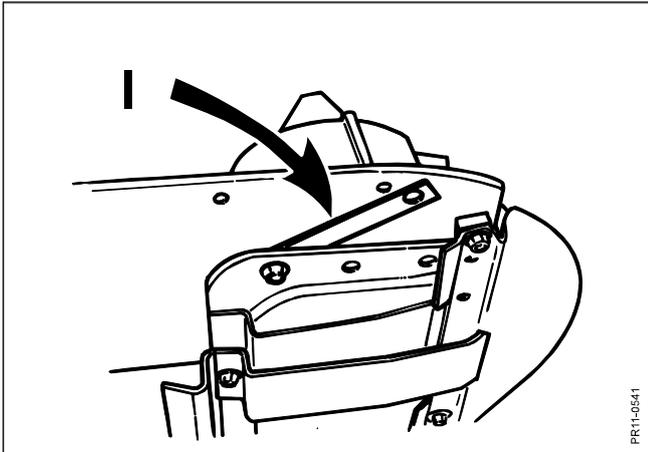

Fig. 1-7
- Fig. 1-7:** Die Grundplatte für das rechte Schwadblech wird am äußersten Ende des Mähbalkens montiert, falls es demontiert war. Vergessen Sie die Zwischenscheiben (I) nicht.